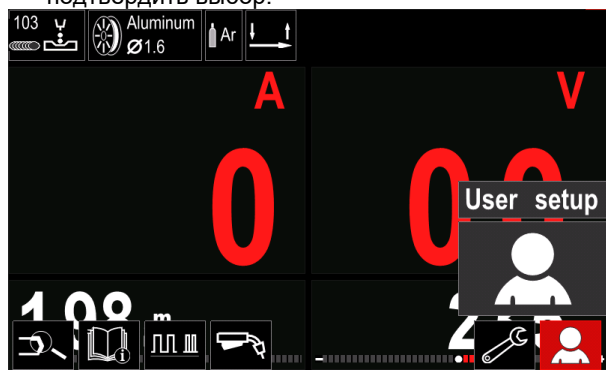

Рисунок 13.
- Доступ к настройкам пользователя (см. рисунок 13).